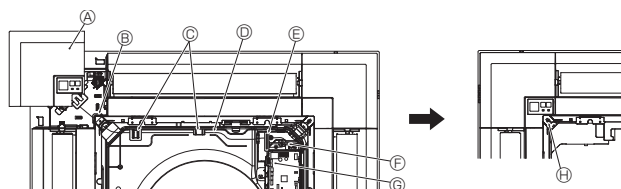

Fig. 9-9
9.4.5. Installation af signalmodtager (Fig. 9-9)